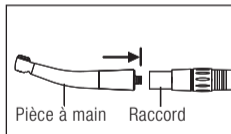

Fig. 2
- ① Insérez la pièce à main dans le raccord (Fig. 2).